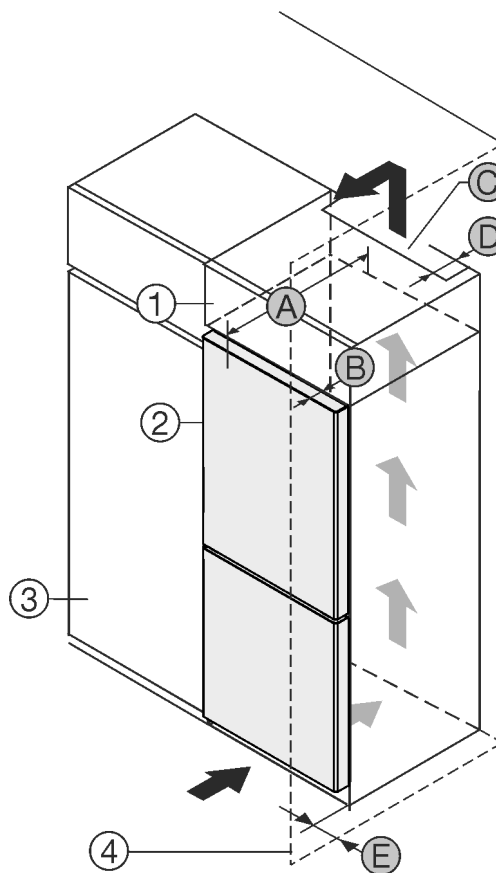

Fig. 1
Urządzenie można ustawić bezpośrednio obok szafki kuchennej Fig. 1 (3).
Na tylnej ściance szafki nasadzonej wymagany jest wywiewny kanał wentylacyjny o głębokości Fig. 1 (D) na całej szerokości szafki.
Pod sufitem pomieszczenia należy zachować przekrój wentylacyjny Fig. 1 (C).
Jeżeli urządzenie będzie ustawiane z zawiasami do ściany Fig. 1 (4), to pomiędzy urządzeniem i ścianą należy zachować minimalny odstęp, wynoszący 13 mm.
Jeżeli urządzenie będzie ustawiane z zawiasami do ściany *Fig. 1 (4)*, to pomiędzy urządzeniem i ścianą należy zachować minimalny odstęp, wynoszący 20 mm.
By móc całkowicie otworzyć drzwi, urządzenie musi wystawać przynajmniej o głębokość drzwi *Fig. 1 (B)* za front szafki kuchennej. W zależności od głębokości szafek kuchennych *Fig. 1 (3)* oraz od zastosowania elementów dystansowych urządzenie może wystawać jeszcze bardziej.